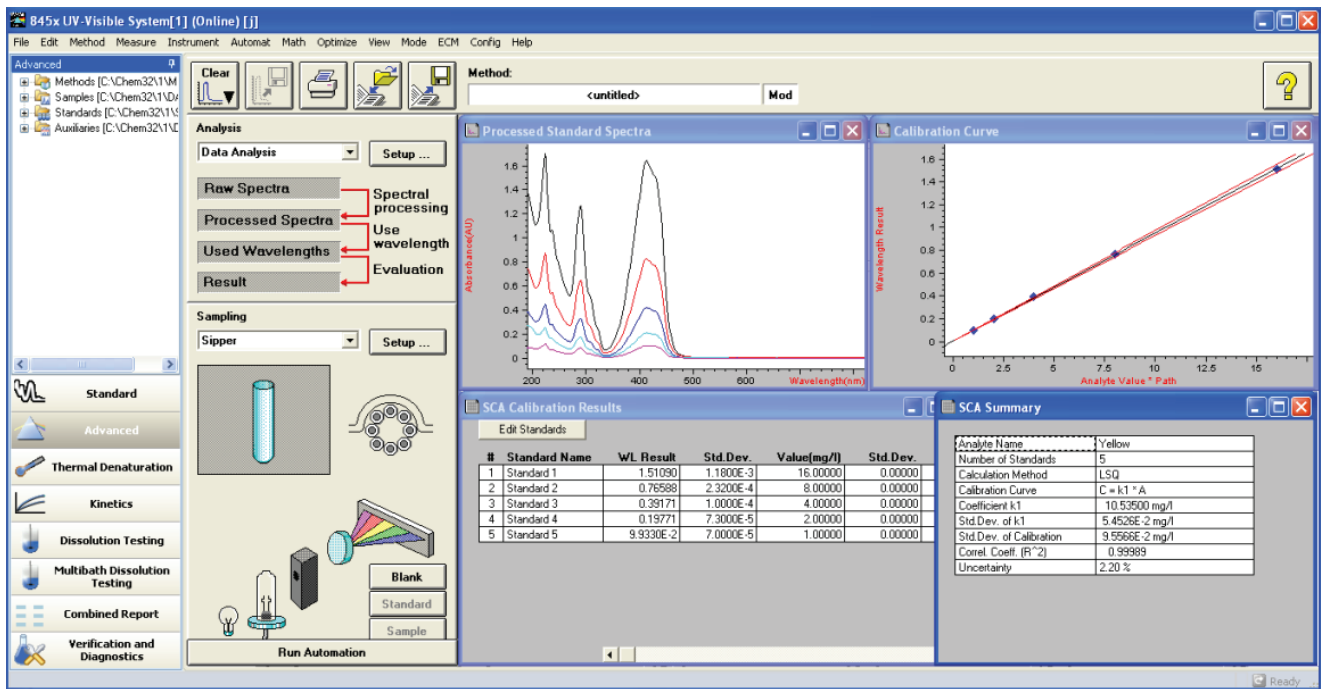

Рисунок 2. Результаты калибровки.
- *Линейность* — это способность метода получать результаты испытаний, прямо пропорциональные (непосредственно или после математических преобразований) концентрации аналита в образце в пределах заданного диапазона. В случае измерений в УФ- и видимом диапазоне линейная зависимость обычно определяется законом Бера. Расширенная версия ПО ChemStation дает графическую и статистическую оценку линейности калибровочной кривой (рис. 2). На экране отображается калибровочная кривая с 95-процентным доверительным интервалом. К статистическим показателям относятся процентная ошибка каждого стандарта относительно рассчитанного соотношения, а также коэффициент корреляции и стандартная ошибка уравнения регрессии, определяющие степень соответствия.